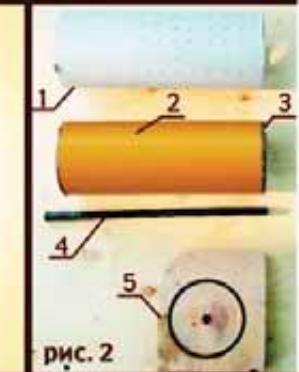

рис. 2
Дополнительные детали пресс-станка (рис. 2)
1. Соединяем деревянное дно (5, рис.2) с металлическим стержнем (4, рис.2).
2. На деревянное дно устанавливаем цилиндр (1, рис.2).
3. Небольшое количество материала-сырья, заготовленного нами на этапе №3, помещаем в цилиндр и сверху надавливаем заранее подготовленным поршнем (2, рис.2) с металлическими пластинами (3, рис.2).